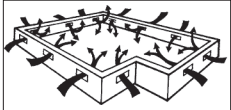

Figura 1
- Los sótanos bajos deben tener un mínimo de 18” (46 cm) desde el suelo a la parte inferior de las vigas. Es necesario cubrir el suelo con una película de polietileno negro de 6–20 mil que actuará como barrera de vapor, con las juntas espaciadas a seis pulgadas y pegadas con cinta adhesiva. El sótano bajo deberá tener una ventilación de perímetro igual al 1,5% de los pies cuadrados del sótano bajo, como mínimo. Estas aberturas de ventilación deberán estar debidamente ubicadas para promover la ventilación cruzada (Figura 1). De ser necesario, las normas locales prevalecerán.